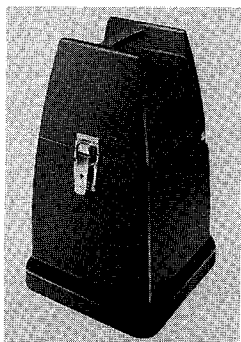

図31：プラスチック製の輸送ケース。
5.11 フォーム・ラバー詰め込みの運搬用プラスチック・ケース (図31)